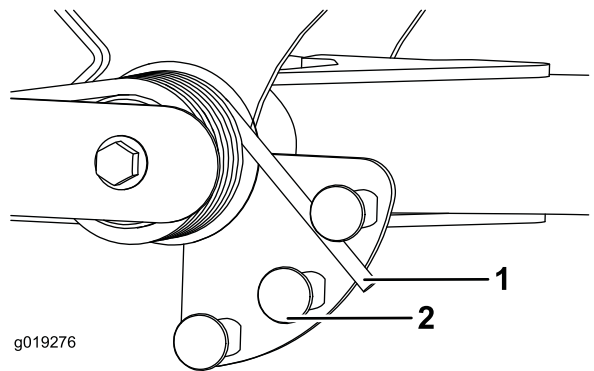

Figure 53
2. Faites passer un tube ou objet similaire sur l'extrémité longue du ressort puis faites-le pivoter autour de l'actionneur jusqu'à la position voulue (Figure 53).